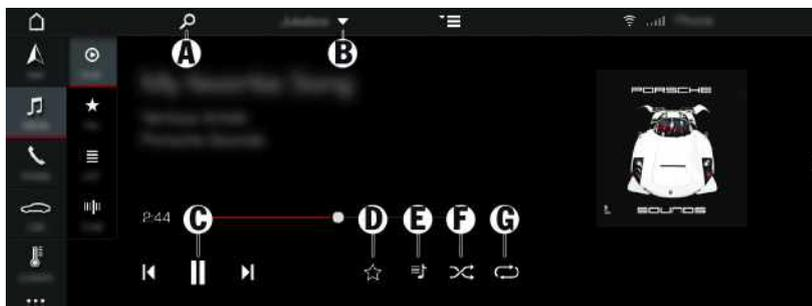

Fig. 198 : Lecture de médias
- Affichage de la liste de lecture actuelle :  (voir E (fig. 198))
- Activation de la lecture aléatoire :  (voir F (fig. 198))
- Répéter titre :  (voir G (fig. 198))